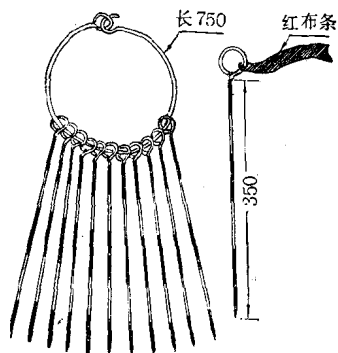

图 2
1. 选用 8 号铁丝，截成每根长 450 毫米，将其一端 100 毫米长绕成圆圈，另一端磨尖即成，如图 2 所示。